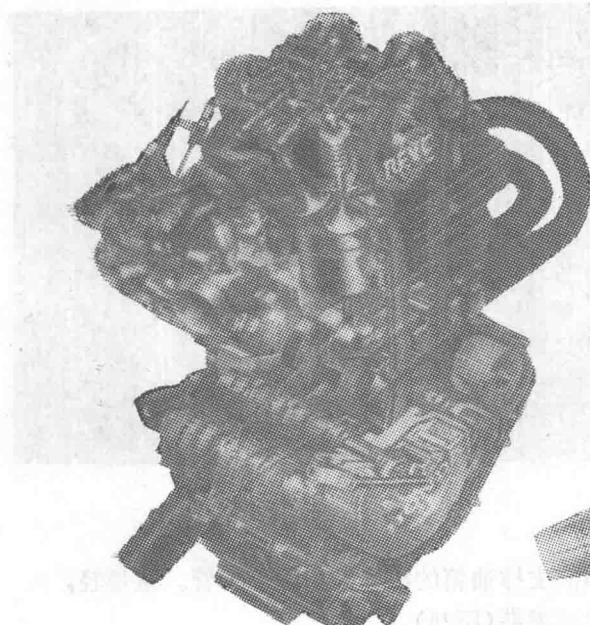

图21 本田
⑩ 这种发动机的燃烧室为半球形状，RFVC是把四个气门装配成辐射状，使之接近于球形。这样可以扩大气门口径，并安装两个汽化器，以提高效率(图21)。